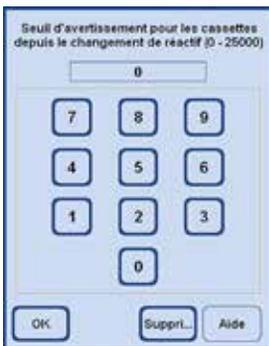

Fig. 138
- Dans la ligne d'en-tête, toucher le bouton du paramètre à modifier ; la fenêtre de saisie apparaît (fig. 138).